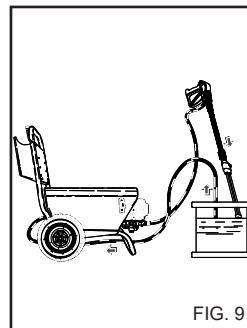

FIG. 9
1) Etter bruk med vaskemiddel må vannsystemet med høyt trykk skylles. La pumpen gå i 1 minutt med doseringskranen lukket igjen. (fig. 9).
4) Etter å ha brukt maskinen med vaskemiddel skyller du oppsugingskretsen: putt oppsugingsrøret (fig. 9) i en beholder med rent vann og la pumpen virke i 1 minutt, og lansen i fasen for utføring av vaskemiddel.